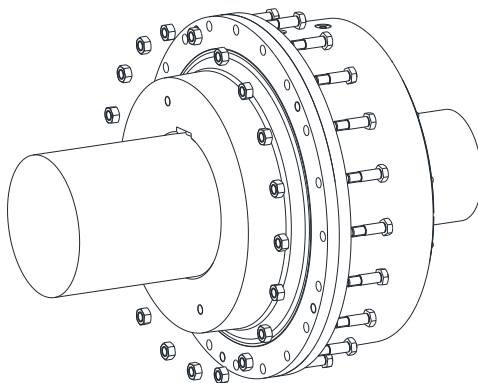

Figura 10
- Atornille el mangón brida y el casquillo de levas con ayuda de los tornillos de ajuste hexagonales (componente 7) y de las tuercas hexagonales (componente 8) (véase la figura 10).